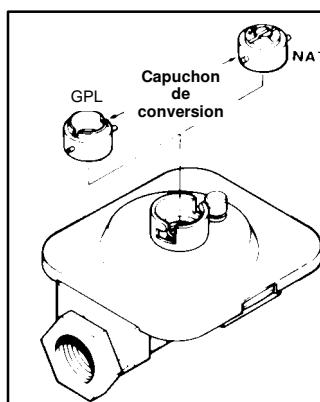

FIGURE 6
1. Enlever le capuchon, pousser et tourner dans le sens anti- horaire. Retourner le capuchon et le revisser en place (figure 6).
- Convertir le détendeur du gaz naturel au GPL. (Voir les figures 6, 7 ou 8).
- Convertir le détendeur du gaz GPL au gaz naturel. (Voir les figures 6, 7 ou 8).